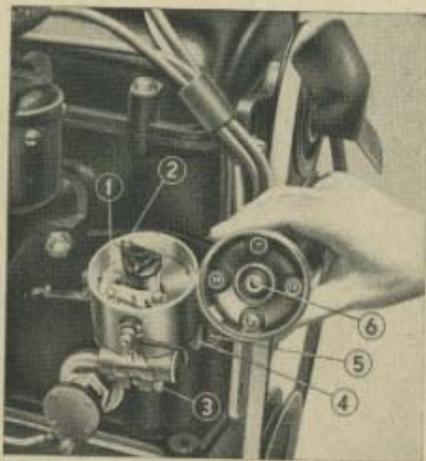

Fig. 16. - Messa in fase dello spinterogeno.
- b) Portato l'albero motore nella posizione suddetta, se la messa in fase dell'accensione è esatta, la puntina del rotto dello spinterogeno (1) deve iniziare il distacco ed il pettine (2) deve trovarsi in corrispondenza del contatto del cavo contrassegnato sulla calotta dello spinterogeno col N. 1, e collegato al cilindro N. 2 (primo in ordine di accensione) (vedi fig. 16).
Da questa, mediante un contatto a carbone (6) (vedi fig. 16) giunge alla spazzola rotante (2), dalla quale è distribuita ai quattro cavi che fanno capo ad ognuna delle candele del motore.